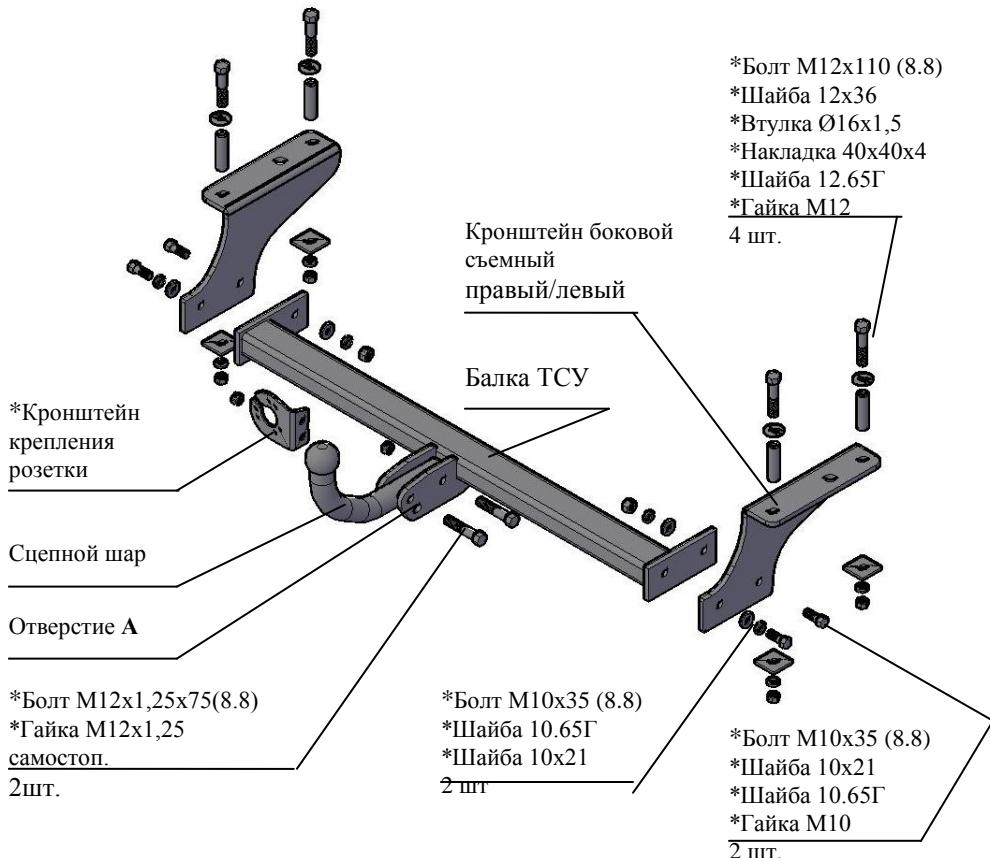

Рис.1 Тягово-сцепное устройство 9470
2.1 ТСУ 9470 в сборе (рис.1)	1 шт.
2.2 Пакет с комплектующими (см. рис.1)	1 шт.
4.3 Установить боковые съемные кронштейны ТСУ (правый и левый соответственно рис.1) к нижним полкам лонжеронов а/м, закрепить болтами M12x110 и гайками M12, (используя втулки и накладки 40x40, как показано на рис.1), под головки болтов подложить шайбы 12x36, под гайки - шайбы 12.65Г. Крепеж не затягивать.